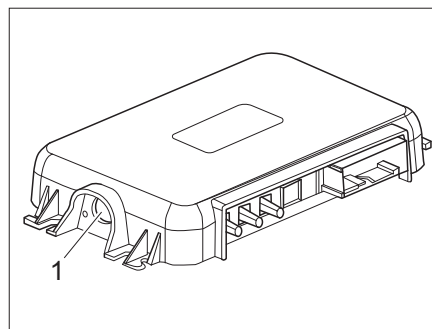

Fig. 274 Touche de jumelage sur la SCU
- Appuyer sur la touche de jumelage de la SCU (Fig. 274,1). Le véhicule et l'appareil mobile sont maintenant associés.